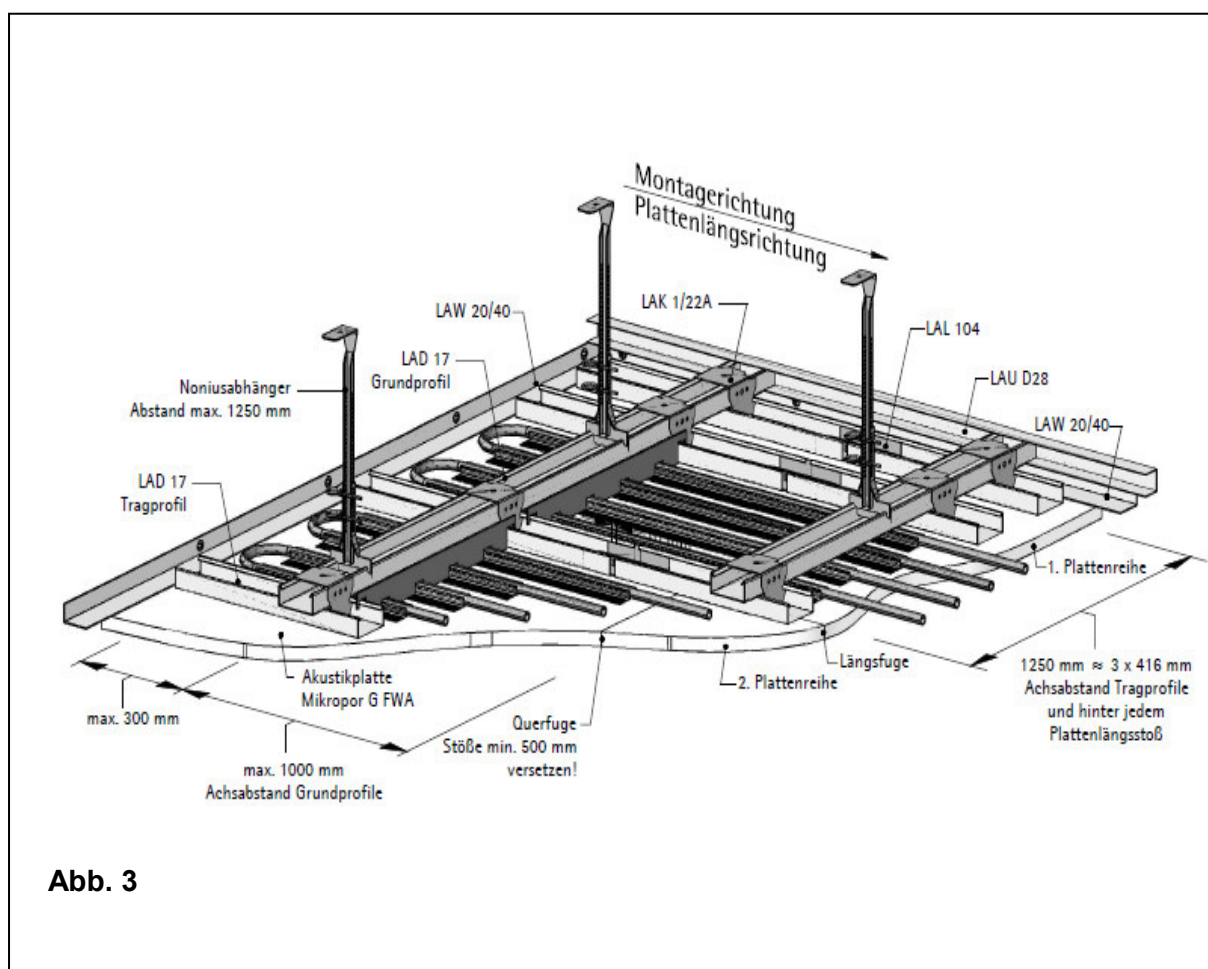
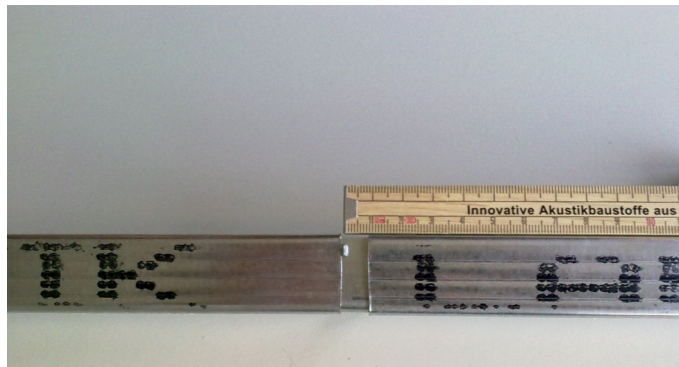

Abb. 3
Abb. 4.1
Der Nonius-Hängerabstand beträgt max. 1000 mm. Im Wandbereich werden U-Anschlussprofile aber nur für das Grundprofil / Grobrost als Montagehilfen angebracht. Der Feinrost (Tragprofil) darf nicht festgesetzt werden! Siehe Abb. 3 sowie die Wandanschlussdetails Abbildungen 5 + 6
- 3.3** Die **CD-Tragprofile (Feinrost)**, max. **Länge 4000 mm** sind **quer zum Grundprofil** in einem **Achsabstand von ca. 415 mm** (Plattenbreite 1250 mm) **mittels Kreuzschnellverbindern** am Grundprofil zu **befestigen**. (Übersicht Abb. 3)
- 3.4 Die CD Tragprofile (Feinrost), Länge max. 4000mm, sind mit Längsverbindern mit einem Abstand von mind. 10 mm (im Bereich des Längsstoßes) fluchtend zu verbinden. (Siehe auch Systemdarstellung Übersicht Abb. 3 / und Abb. 4.1)